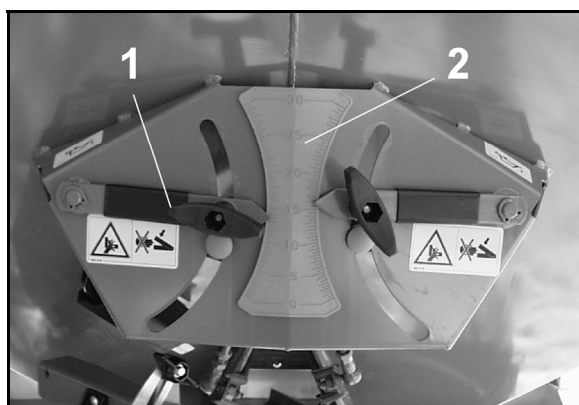

Bild 81
7. Vid **gränsspridning** ska reglerspaken för spjälläget (Bild 81/1) på maskinens vänstra sida vridas tillbaka två delstreck på skalan (Bild 81/2).